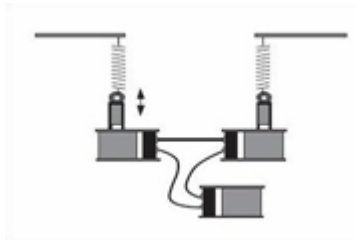

Figura 3
- Realizar el montaje de la Figura 3. utilizando una bobina de 400 espiras en el primario (N_p) y otra de 200 vueltas en el secundario (N_s). Variar el voltaje en el primario de 2 en 2 voltios hasta 30 V y en cada caso registre los valores correspondientes a V_s , sin sobrepasar el máximo de las escala del voltímetro, llenar la Tabla de datos 3.1.
7. PREDICCIÓN de 5: ¿Qué pasará si inserta otra bobina en el circuito, como se muestra en la figura 3? Pruébalo. ¿Hace una diferencia si se utilizan bobinas diferentes? Pruébalo.